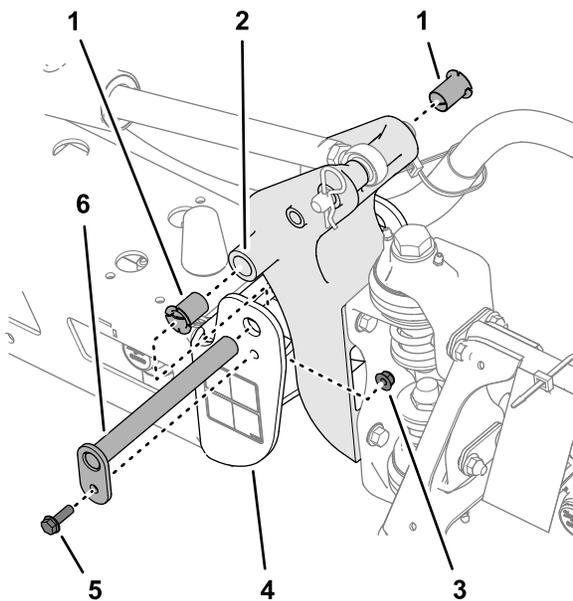

Bild 108
3. Entfernen Sie die Schraube und die Mutter, mit denen der Lagerbolzen befestigt ist, und nehmen Sie den Bolzen ab (Bild 108).
- Nehmen Sie die Nylonbüchsen vorne und hinten an der Schwenkhalterung ab und prüfen Sie sie (Bild 108).
- Tragen Sie etwas Öl auf die Nylonbüchsen auf und setzen Sie diese in die Schwenkhalterung ein (Bild 108).
- Fluchten Sie die Löcher in der Schwenkhalterung mit den Löchern im Endkanal aus (Bild 108).